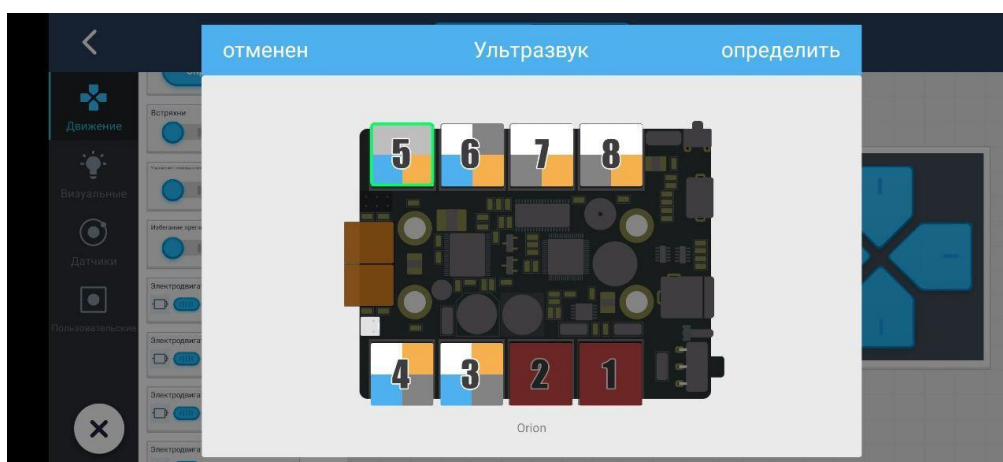

Рис.3. Схема подключения Bluetooth модуля
3. В выделенный порт номер 5 подключается Bluetooth модуль, для реализации обратной связи с роботом, посредством Bluetooth осуществляется ручное управление роботом и загрузка программы в робота (рис.3).